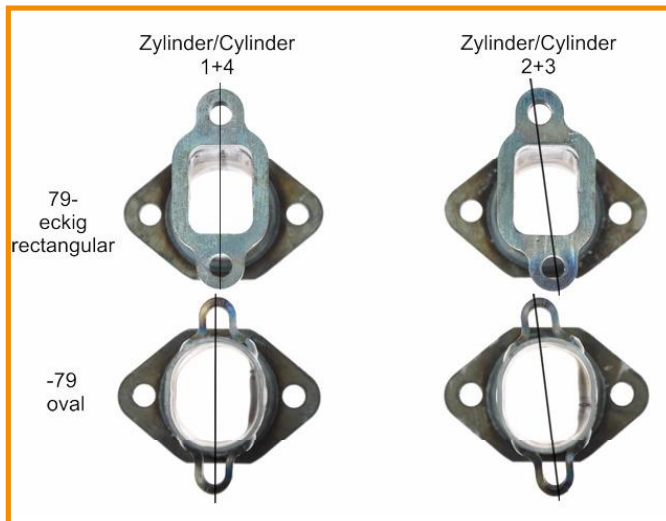
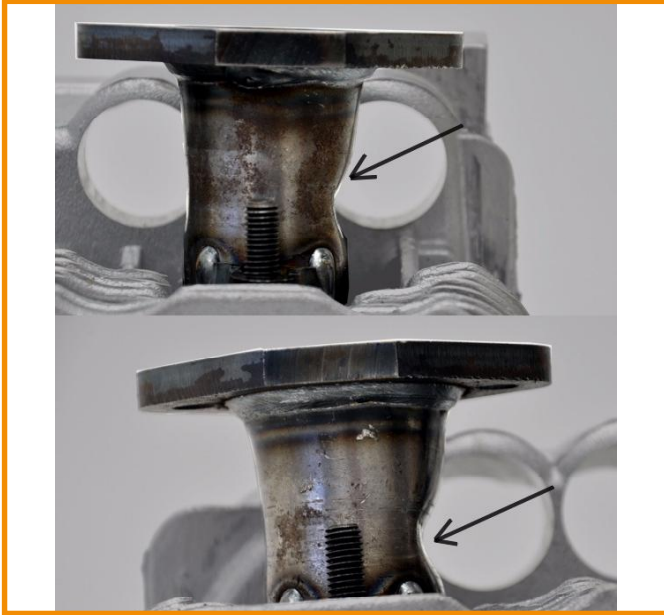

Fig. 1
Fig. 3
**NOTE:** When installing the exhaust stacks (oval and angled flanges) ensure that the individual stacks have the correct offset (Figs. 1 and 2). For cylinders 1+4 and 2+3 use the correspondingly marked exhaust stacks. When positioning the exhaust stacks in the recess check that the push rod tubes have sufficient space of movement (see Fig. 3).
- The rectangular 79 and later cylinder ports require the use of two Ø15x10 spacers on each adapter tube. Install these before you use the M8 nuts to secure the tubes in place. (Fig. 1)
**WICHTIG:** Achten Sie bei der Montage der Auspuffstutzen (Oval und eckiger Flansch) auf den korrekten Versatz der einzelnen Stutzen (Fig. 1+2). Verwenden Sie für die Zylinder 1+4 und 2+3 die entsprechend markierten Auspuffstutzen. Achten Sie beim Aufsetzen der Auspuffstutzen auf die Einbuchtung für die Freigängigkeit der Stößelschutzrohre (siehe Fig. 3).